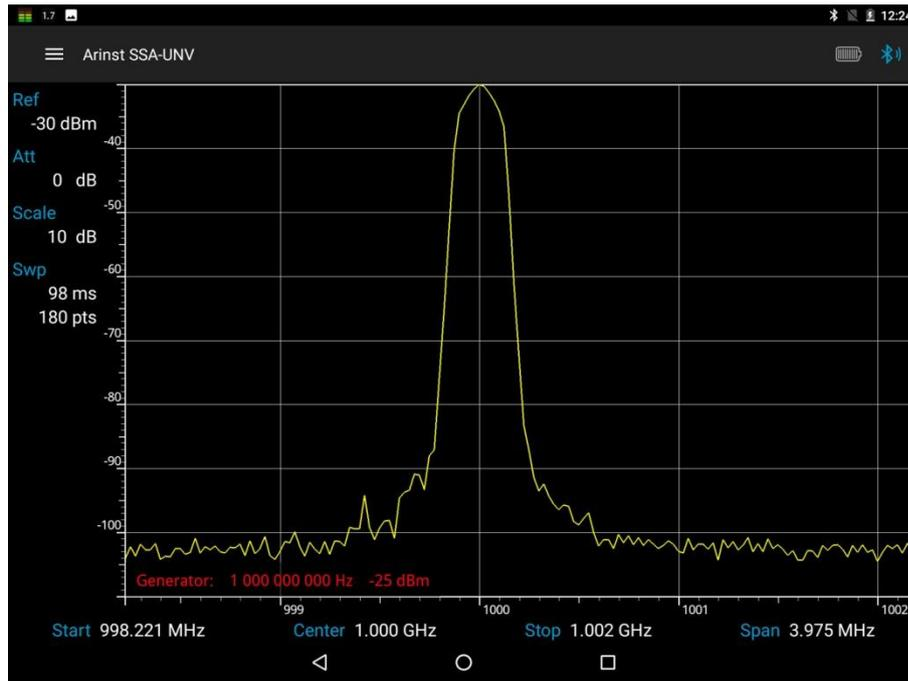

Рисунок 68 – График спектра сигнала внутреннего генератора прибора.
9.1.4. На экране вашего планшета/смартфона, будет отображаться график спектра, установленного выходного сигнала внутреннего генератора прибора, рисунок 68.